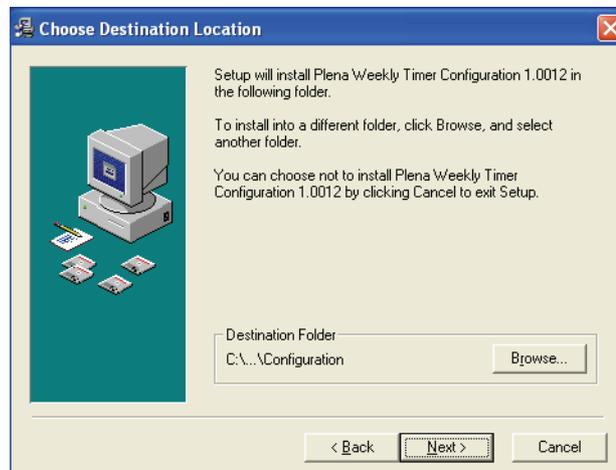

figura 8.2: Selezione della cartella di destinazione
- 2 Seguire le istruzioni riportate a schermo quindi fare clic su [Avanti]. Compare una finestra simile a quella in figura 8.2.